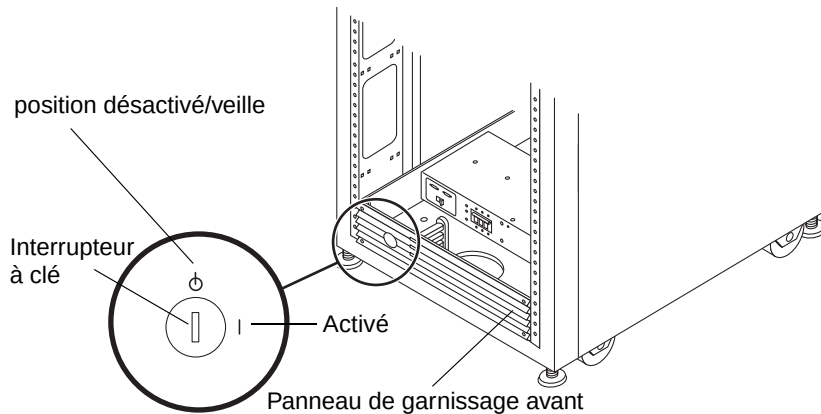

FIGURE 2-13 Emplacement de l'interrupteur à clé sur le panneau avant inférieur du coffret de base
2. Insérez une clé dans l'interrupteur à clé de veille/activation, qui se trouve au bas du panneau avant (FIGURE 2-13).
Remarque : la position de l'interrupteur à clé n'importe pas pour les opérations de mise sous / hors tension locales (FIGURE 2-13). Si vous voulez permettre la gestion de l'alimentation à distance, placez la clé en position En attente et consultez les instructions décrites à la section "Préparation du système pour la gestion de l'alimentation à distance", page 129.
8. Tournez l'interrupteur à clé, qui se trouve au bas du panneau avant, en position Activé (FIGURE 2-13).